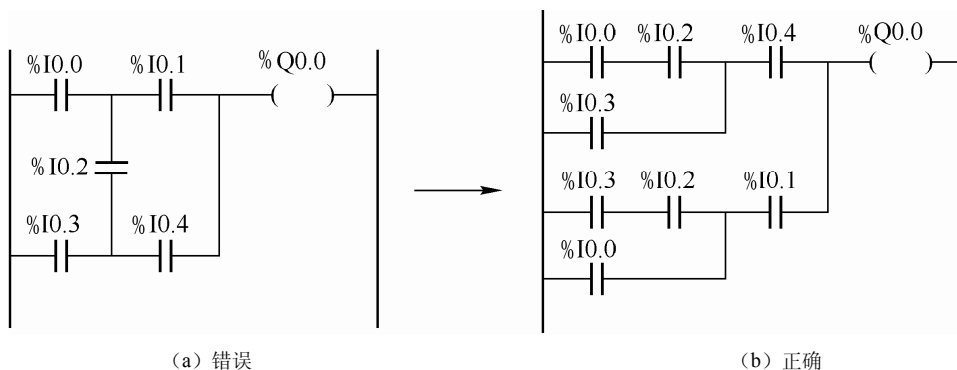

图 6-16 梯形图
③ 触点的使用次数不受限制。例如，辅助继电器 M0.0 可以在梯形图中出现无限制的次数，而实物继电器的触点一般少于 8 对，只能用有限次。
④ 在梯形图中同一线圈只能出现一次。如果在程序中，同一线圈使用了两次或多次，称为“双线圈输出”。对于“双线圈输出”，有些 PLC 将其视为语法错误，绝对不允许（如三菱 FX 系列 PLC）；有些 PLC 则将前面的输出视为无效，只有最后一次输出有效（如西门子 PLC）；而有些 PLC 在含有跳转指令或步进指令的梯形图中允许双线圈输出。
⑤ 对于不可编程的梯形图必须经过等效变换，变成可编程梯形图，如图 6-16 所示。